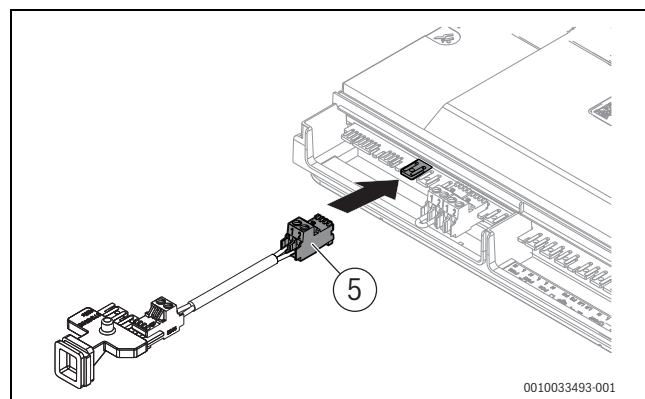

Fig. 92 Brancher le câble de BUS à l'emplacement BUS du bornier
- ▶ Brancher le câble de BUS du bornier (→ Figure 92, [5]) à l'emplacement BUS du bornier.